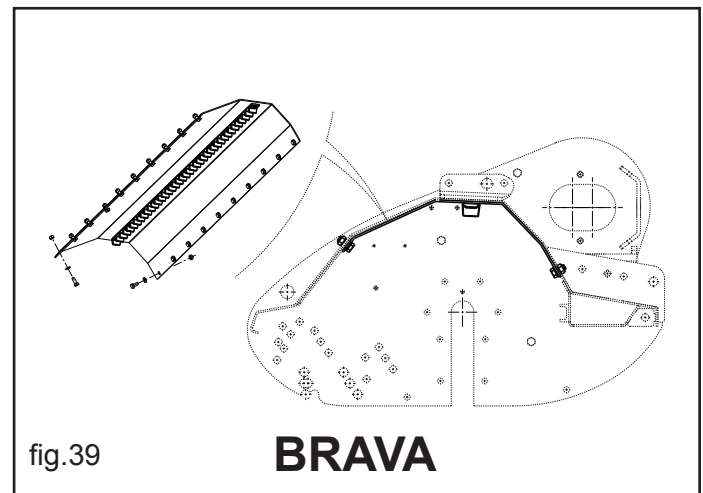

fig.39
- Una vez liberados los orificios, efectuar la fijación del kit con las respectivas tuercas y tornillos. (Véase fig.39)